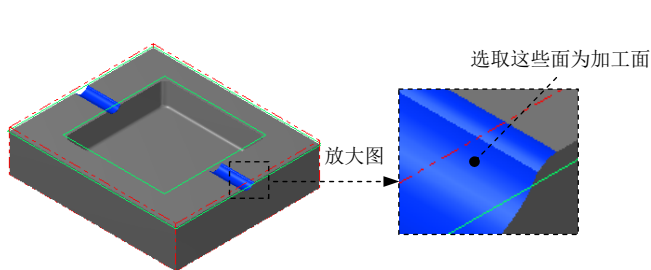

图 11.28 选取加工面
(1) 在图形区中选取图 11.28 所示的曲面（共 6 个），然后按 Enter 键，系统弹出“刀具路径的曲面选取”对话框。